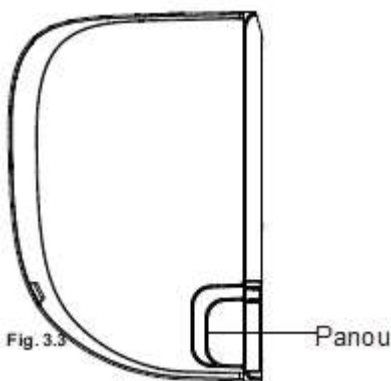

Fig. 3.3
2. Daca gaura din perete se afla in spatele unitatii, lasati panoul fixat. Daca gaura din perete se afla pe partea laterala a unitatii interioare, scoateti panoul de plastic de pe partea laterala a unitatii. (A se vedea Fig. 3.3). Astfel, creati un orificiu prin care tubulatura iese din unitate. Folositi un cleste spitz daca panoul de plastic nu se poate indeparta cu mana.